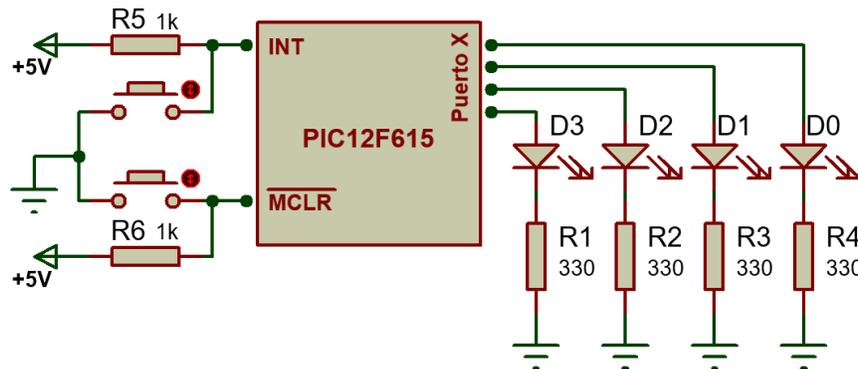

Figura 4.5. Diagrama representativo del circuito secuencial con interrupción externa.
2. Con el circuito previamente armado, como el mostrado en la figura 4.5, verifique que realice la secuencia de forma correcta